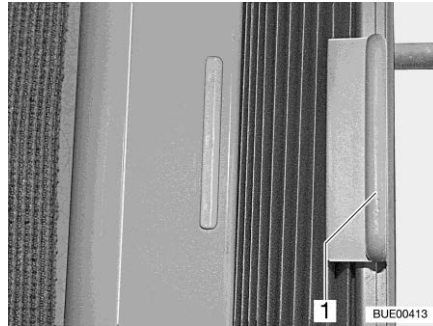

Fig. 43 Tendina oscurante pieghevole (finestrino laterale)
- Tenere la tendina oscurante pieghevole per la maniglia (Fig. 43,1) e spingere verso sinistra o verso destra.